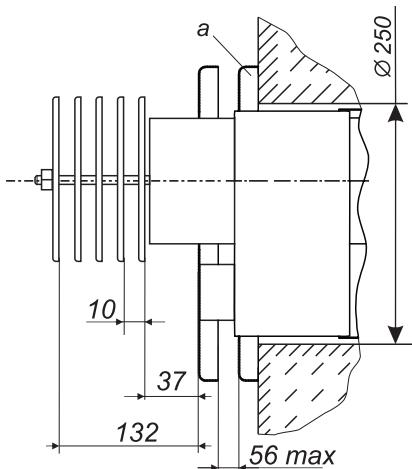
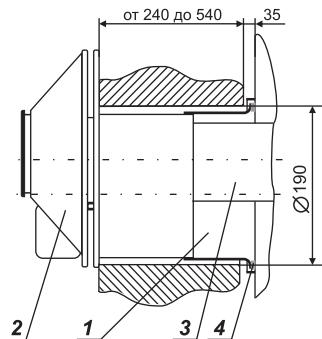

Рис. 3. Установка дисков дымовоздушного блока для изделий мощностью 10-15 кВт.
Рис. 5. Дымовоздушный блок котла мощностью 5 кВт
1-газовоздушный блок; 2-газоход наружный (на котлах мощностью 10-15кВт устанавливается набор дисков, рис.3; на котлах мощностью 5-7 кВт устанавливается газоход наружный, рис.5.); 3-стаканчик для установки баллонов терморегулятора и термодекектора; 4 - выход воды в систему отопления; 5-вход воды на хозяйствственные нужды (для изделияй со вторым контуром); 6 - выход воды из системы отопления (обратка); 7-слюптовое окно; 8-запальня горелка; 9-декративная облицовка; 10-основная горелка; 11-термодинамический клапан; 12-автоматика безопасности с газовым клапаном; 13-заплушки; 14-заплушки; 15-вода с водопровода; 16 - туба металлическая труба.
6.3.1. В наружной стене здания, согласно рис. 2, пробить горизонтальный канал диаметром 190 мм для изделий мощностью 5-7 кВт или 250 мм для изделий мощностью 10-15 кВт (рис. 3, 5). При этом необходимо учитывать, что для обеспечения установки и снятия котла, а также для снятия и установки газогорелочного устройства перед фронтом котла на расстоянии **не менее 1 м от стены** не должно быть никаких строительных элементов или стационарно установленного оборудования.
6.3.3. Для котла мощностью 5-7 кВт. Установить газоход наружный (п. 2, рис. 5) горизонтально в канале до упора с внешней плоскостью стены, совместив его с воздуховодом (п. 1, рис. 5), и зафиксировать деревянными клиньями. **Разрывы в соединениях не допускаются!**
Для изделий мощностью 10-15 кВт на выступающий газоход наружный установить набор дисков, закрепить диск "а" к наружной стене и отрегулировать их (рис.3).
Рис. 5а. Дымовоздушный блок котлов мощностью 7 кВт